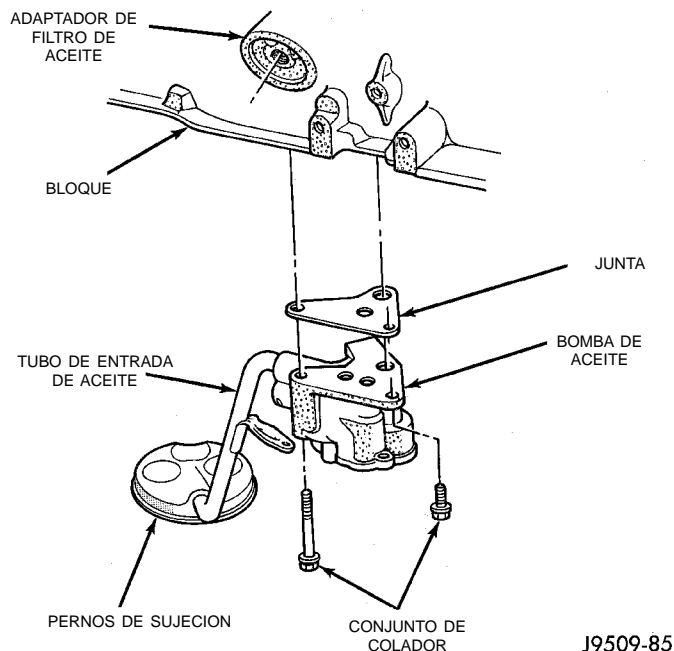

Fig. 61 Conjunto de la bomba de aceite
- (1) Drene el aceite del motor.
- (2) Retire el colector de aceite.
- (3) Retire los pernos de instalación que unen la bomba al bloque de cilindros. Retire el conjunto de la bomba con la junta (Fig. 61).